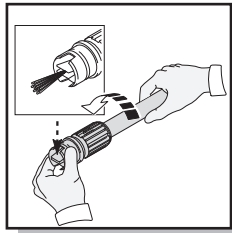

Fig. 19
- Démontez la lance du pistolet. Tournez la buse jusqu'à la position de jet étroit qui ouvre les ailettes (Figure 19)